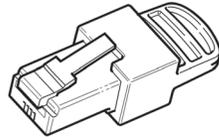

Figura 2-13 Terminador de red
- Terminadores de red (Figura 2-13): la red de Xanbus se debe terminar de manera adecuada en cada extremo para garantizar la calidad de señal de la comunicación en la red. Los terminadores de red se conectan a los puertos de red en los dispositivos habilitados de Xanbus. El controlador de carga solar y otros dispositivos habilitados de Xanbus se envían con un terminador. Dependiendo de su diseño de red, es probable que deba insertar este terminador en otro dispositivo que está en otra parte de la red.